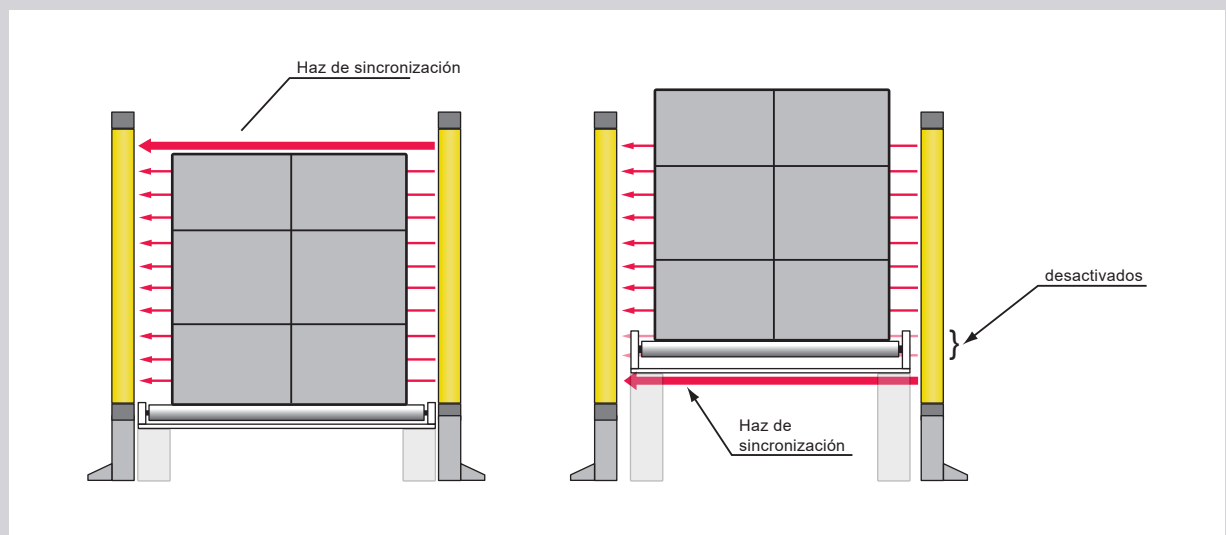

Imagen 9: Uso del haz inferior y/o superior como haz de sincronización
- El campo de protección engloba toda la trayectoria. El haz superior del campo de protección sirve como haz de sincronización. Este haz pasa por encima del punto más alto de los bienes transportados (Imagen 9 izq.).
- El campo de protección está dispuesto de tal manera que el haz inferior sirve como haz de sincronización y este está por debajo del transportador (Imagen 9 der.). Los haces de la cortina óptica de seguridad se interrumpen por el transportador. Por lo tanto requiere que los haces interrumpidos por el transportador sean suprimidos (función suprimir haz). Esto permite con bienes transportados de grandes alturas el uso de cortinas ópticas de seguridad que no cubren toda la altura resultando en una importante ventaja económica. La función "Suprimir haz" puede ser configurada en ambos modos de funcionamiento.